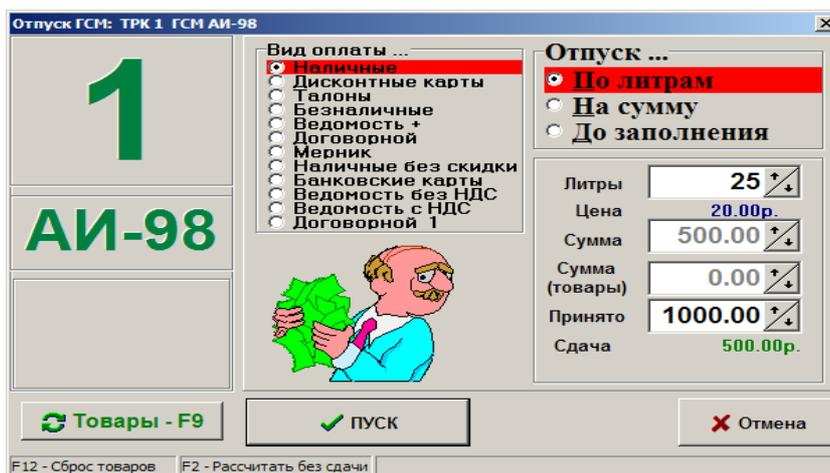

Рис. 12
**Внимание!** Если снят один шланг, а отпуск оператор пытается задать из другого шланга, то в программе, в окне задания отпуска (рис.12) наименование ГСМ будет мигать.
При выборе вида оплаты «Наличные» (вид отпуска - «По литрам») окно будет соответствовать рис.12.